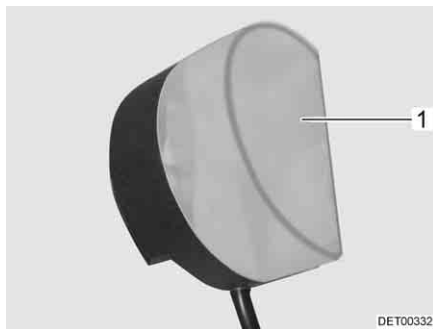

Fig. 231 Luci armadi guardaroba
- Comprimere leggermente e rimuovere la copertura della lampada (Fig. 231,1).